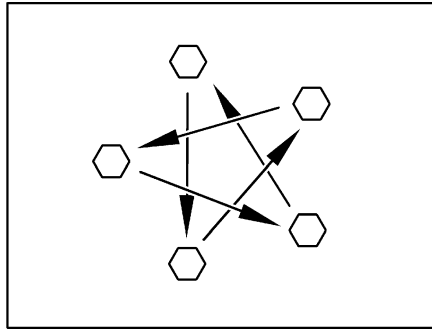

Bild 376 Radmuttern oder Radschrauben über Kreuz anziehen
- Radmuttern oder Radschrauben regelmäßig auf festen Sitz prüfen. Radmuttern oder Radschrauben eines ausgewechselten Rades nach 50 km über Kreuz nachziehen (Bild 376).
- ▷ Radmuttern oder Radschrauben über Kreuz anziehen (Bild 376).